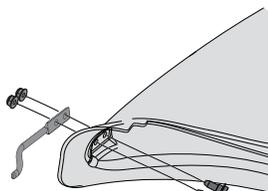

Figure 15
1. De l'intérieur de la botte, insérez les deux vis à tête hexagonale (738-1225) dans les trous à l'avant de la botte. Consultez la Figure 15.
2. Mettre la tige de montage (747-06309) en place sur les vis à tête hexagonale. Assurez-vous que l'extrémité de la tige est tournée vers l'extérieur de la botte. Consultez la Figure 15.
3. Commencer à visser les écrous de blocage de bride (712-04064) sur les vis à tête hexagonale. Consultez la Figure 15.